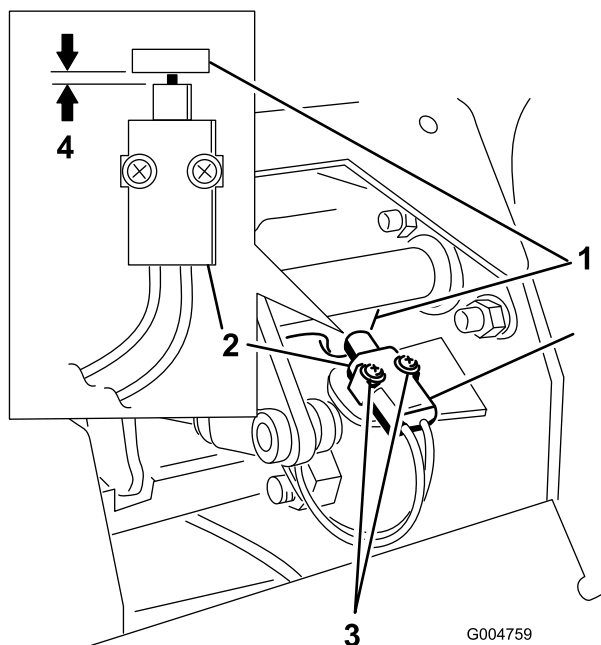

Figura 55
4. Spostate il microinterruttore verso la linguetta sull'albero del freno finché la distanza tra la linguetta ed il corpo del microinterruttore non è compresa tra 0,4 e 1 mm (Figura 55).